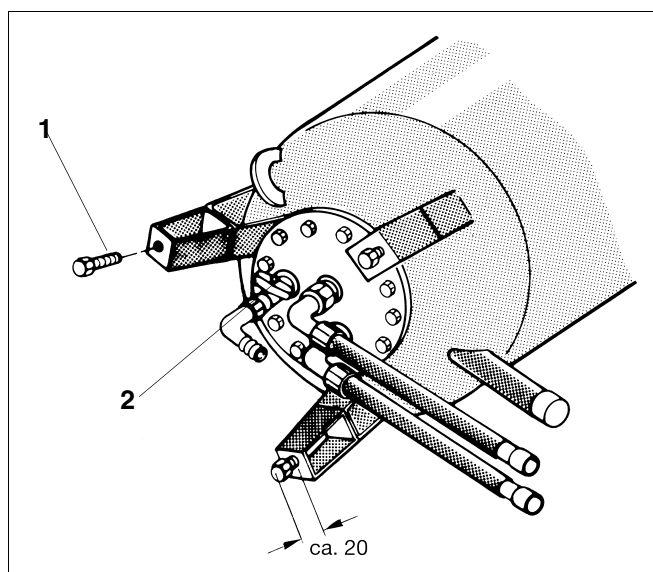

Рис. 3 Применение крепёжных болтов как опорных в ножках бака
- ▶ Опрокиньте бак через поддон и положите на бок. Зафиксируйте от переворачивания (рис. 3).
- ▶ Заверните крепёжные болты в ножки бака так, чтобы они выступали примерно на 20 мм (рис. 3, [1]).
- ▶ Проверьте, закрыт ли сливной кран, и подтяните согласно инструкции болты крышки люка (рис. 3, [2]).